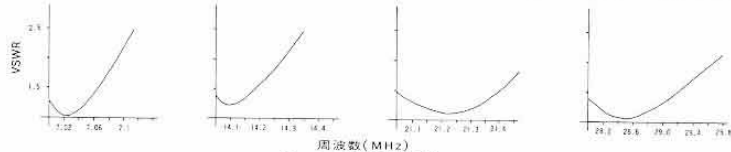

Fig.5 VSWR代表例
- 組立が終了したら各バンド毎にVSWRを測定して下さい。御参考までに標準的な1例をFig.5に示します。
SR-4は短縮ラジアルとして設計されていますが、極端な短縮はされていません。ローディングコイル(7MHz帯)の実効抵抗もアンテナ本体(V4-Jr)と同等のものを使用し高効率化をはかっておりますので、ロスが増加もそれほど多くはありません。ラジアルの全長は7MHz帯で7m、14、21及び28MHz帯はフルサイズ(ペントタイプ)のエレメントが採用されています。周波数特性に関しても Fig.5の代表例に示すごとく比較的良好な特性となっています。